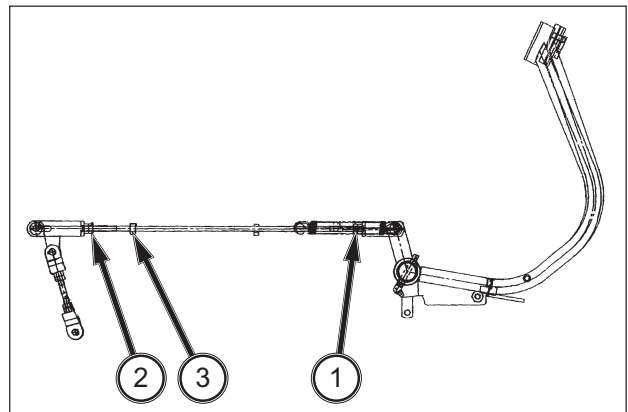

**ABB. 151 (Mechanisches Getriebe)**
**ABB. 151:** Die Sicherungsmutter (1) (Rechtsgewinde) und die Sicherungsmutter (2) (Linksgewinde) lösen. Bremsgestänge mit der Schweißmutter (3) einstellen, bis das Spiel für das entsprechende Bremspedal stimmt. Diese Schritte für das andere Pedal wiederholen, bis beide Pedale das gleiche Spiel haben. Sicherungsmuttern gegen die Gelenkgabel festziehen.